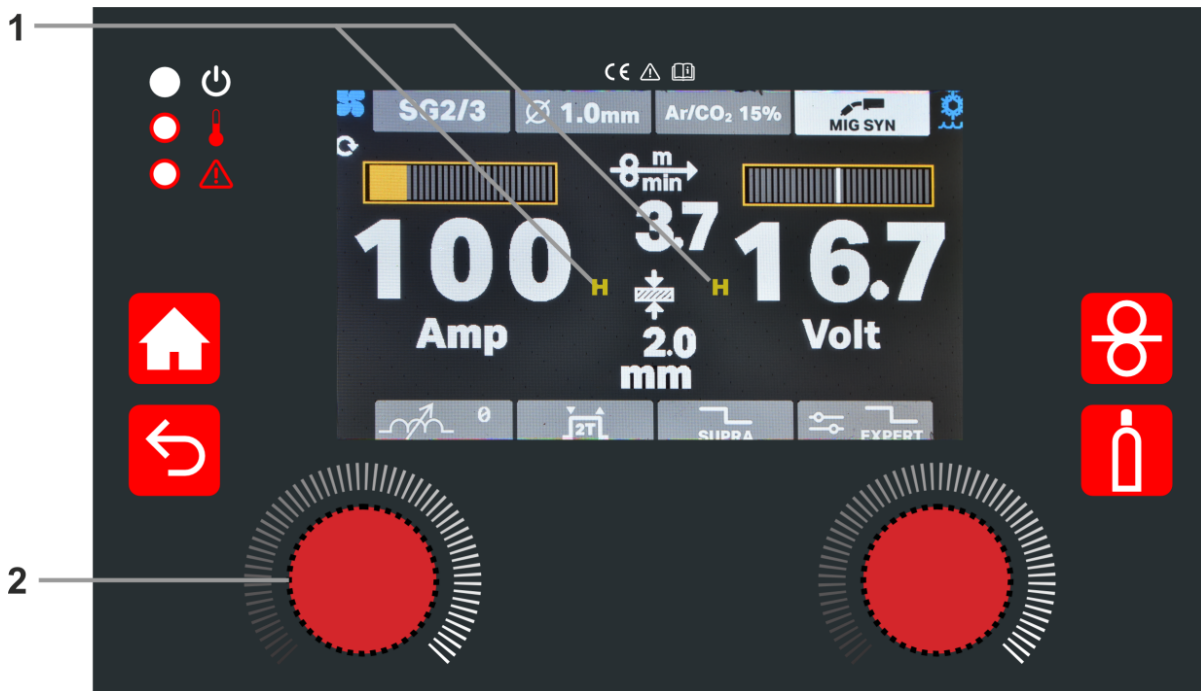

Fig. 17
- Para consultar los valores medios de tensión y corriente de soldadura de la última soldadura o, en modo MIG SYN, de la última soldadura para la sinergia elegida, pulse una vez el encoder lateral izquierdo (2 - Fig. 17), luego gire el mismo encoder hasta que la opción de menú 1 (Fig. 17) se vuelva amarilla y, a continuación, pulse de nuevo. La pantalla LCD muestra los últimos valores medios. Para salir de la función HOLD pulse el encoder lateral izquierdo (2 - Fig. 17).